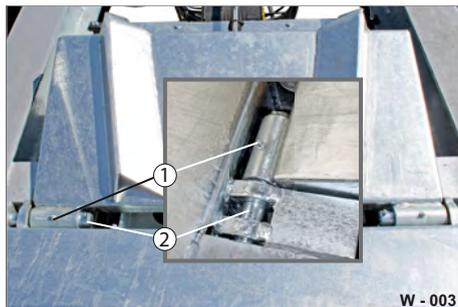

Abb. 3 Einweiswippe Schmierstellen
- ▶ Reinigen Sie die Schmiernippel (Abb. 3/1) mit einem sauberen, trockenen Lappen.
- ▶ Entfernen Sie ggf. Verunreinigungen wie Grashalme, Äste von den Lagerstellen (Abb. 3/2).